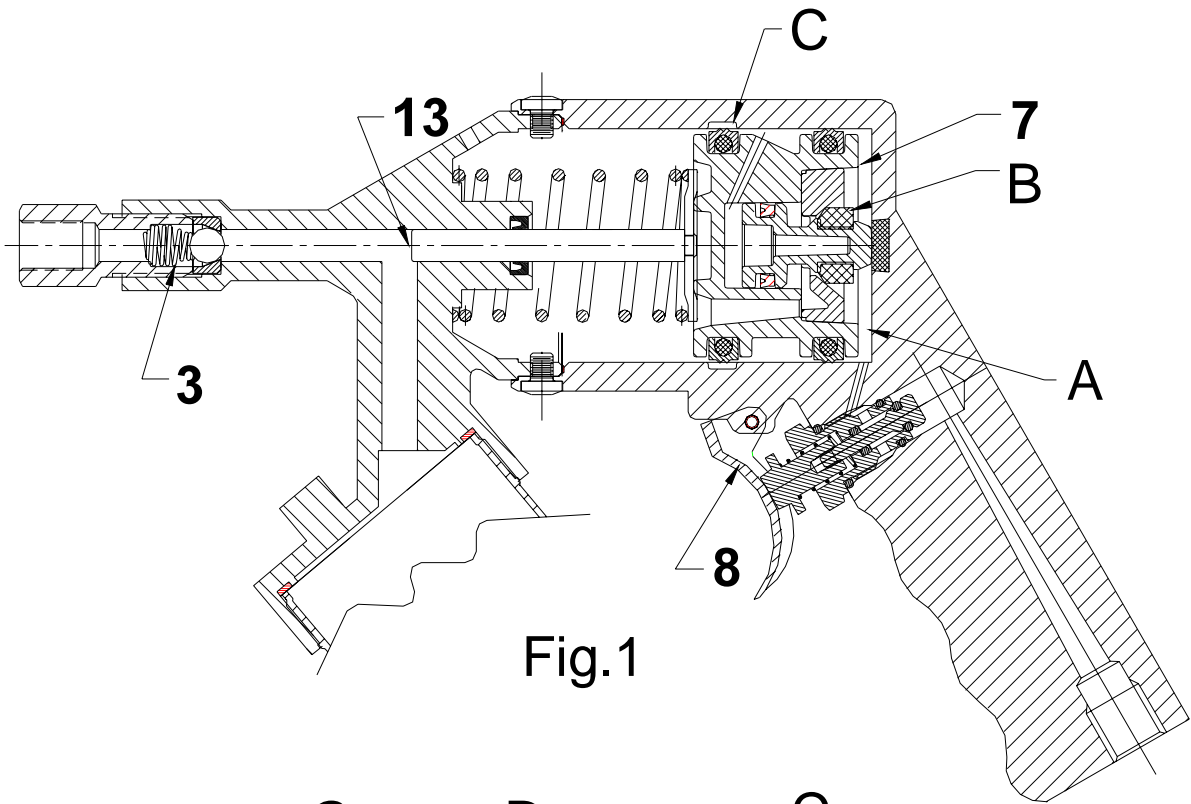
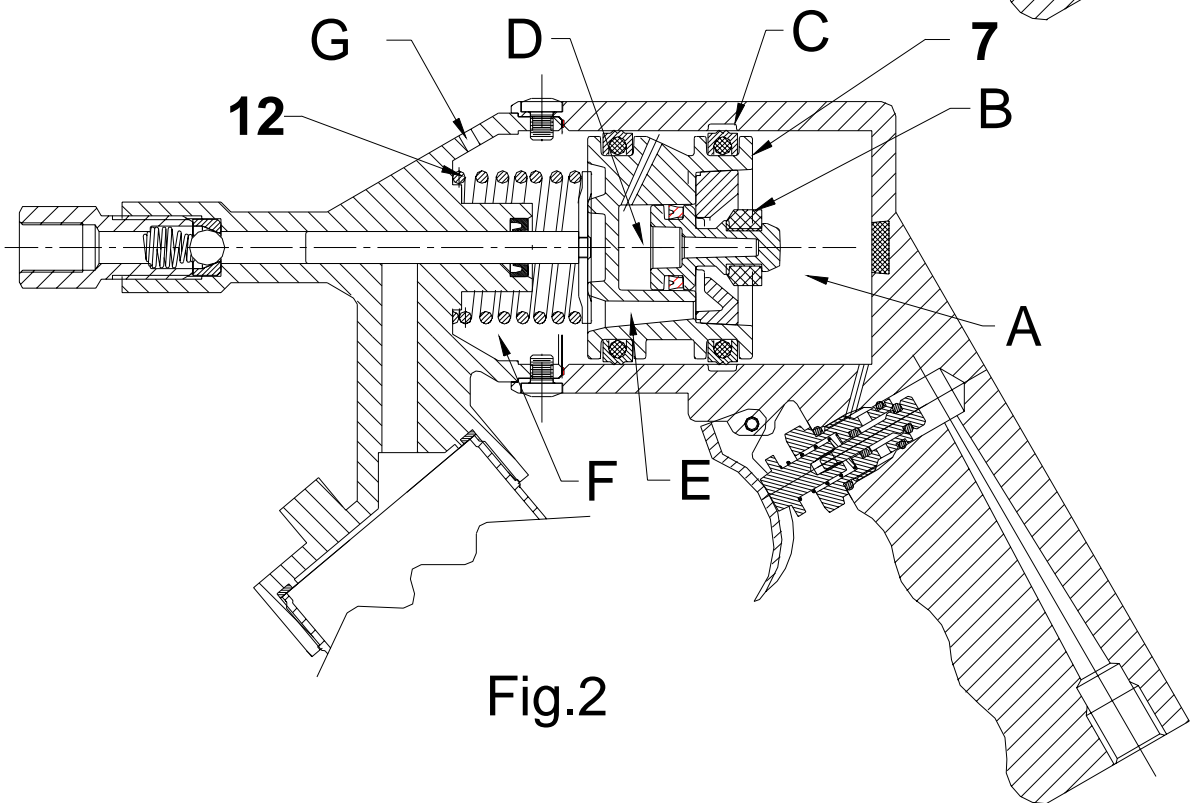

Fig.1
Fig.2
El engrasador funciona al apretar el gatillo (8). El aire pasa a la cámara A (vea la Fig. 1) y empuja el pistón (7) con el émbolo (13) a la izquierda. La válvula de descarga B está cerrada. La grasa, sometida a presión por el émbolo (13), abre la válvula de retención (3) y se suministra un chorro de lubricante.
Cuando el pistón (7) alcanza la muesca de derivación C (vea la Fig. 2) el aire pasa a la cámara D y abre la válvula de descarga B. La presión de aire de la cámara A se alivia por la válvula B y respiradero E a la cámara F que se comunica con la atmósfera por el agujero G. La presión de aire se iguala en ambos lados del pistón (7) y la fuerza del resorte (12) volverá a poner el pistón en la posición inicial, recargando el engrasador (vea la Fig. 1). La válvula de descarga B se cerrará y el aire de la cámara D se descarga a la atmósfera por la muesca de derivación C. El ciclo se repite de la misma manera mientras se mantenga apretado el gatillo.